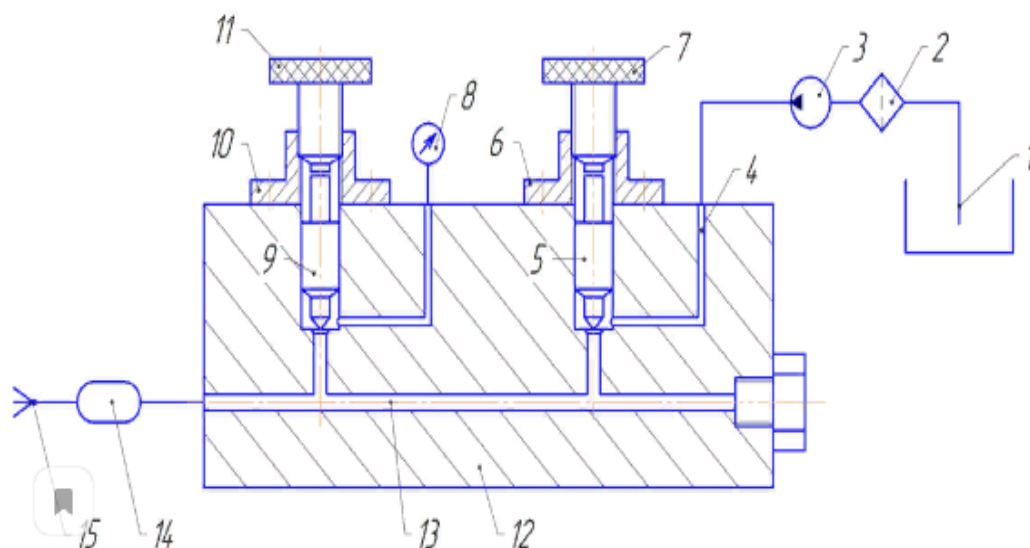

Рис. 3. Гидравлическая схема стенда КИ-3333 с разрезом клапанной коробки:
При снижении уровня топлива в баке (1) (рис. 3) или ремонте стенда в полость плунжерного насоса (3) может поступить воздух, и работа стенда прекращается, т. к. воздушные пузырьки сжимаются при повышении давления жидкости и препятствуют ее движению по гидросистеме. Для удаления воздуха необходимо ослабить винт (7), расположенный в клапанной коробке стенда, и прокачать гидросистему посредством движения рычага с частотой 60...70 качаний/мин.
– открутить винты (7) и (11) на 1–2 оборота для доступа топлива к манометру (8) и форсунке (15) (рис. 3);
– по показанию манометра (8) фиксируем давление начала открытия иглы (оно должно соответствовать данным табл. 1);